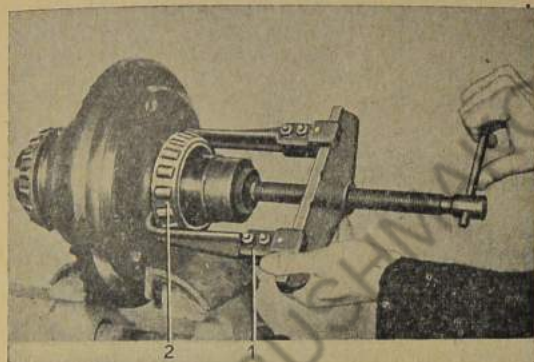

Bild 645: Kegelrollenlager vom Ausgleichgetriebe abziehen
**IV. Kegelrollenlager für Ausgleichgetriebe auf einwandreien Zustand prüfen, gegebenenfalls ersetzen (Bild 645 und 646).**